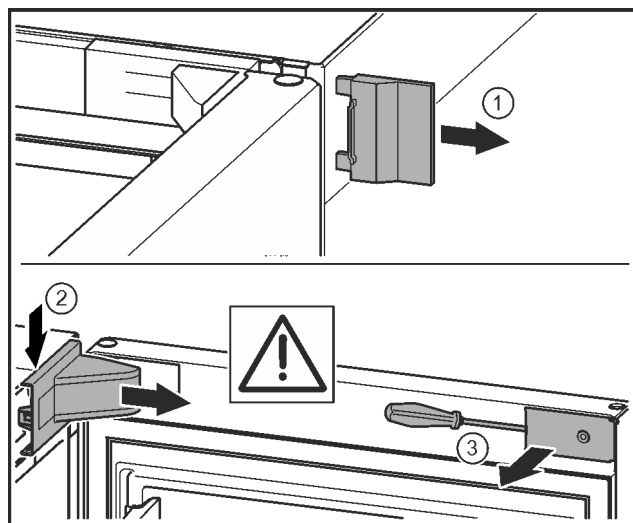

Fig. 9
- Detașați capacul exterior. *Fig. 9 (1)*
- Deblocați și desprindeți capacul suportului de lagăr. Scoateți capacul suportului de lagăr. *Fig. 9 (2)*
- Deblocați masca cu șurubelnița plată și pivotați-o în lateral. *Fig. 9 (3)*